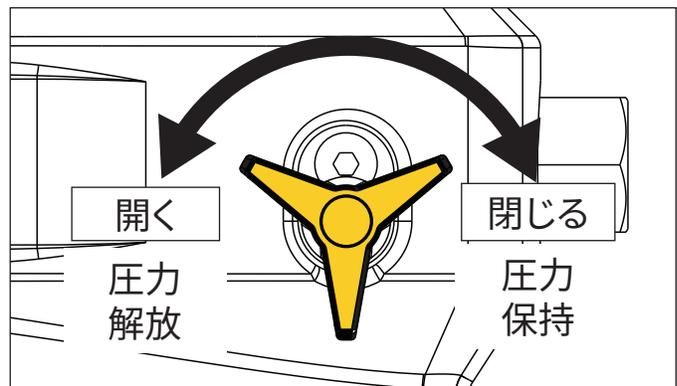

図11: リリースバルブ
2. ポンプリリースバルブを開き（反時計回りに1回転以上回す）、ポンプ内部に残っている油圧を解放します。本取扱説明書後述の図11を参照してください。
ポンプには、手動操作の圧力リリースバルブが内蔵されています。バルブが閉じているときは、システム油圧が維持されます。バルブが開くと、ポンプ油圧容器に圧力が解放されます。図11を参照してください。